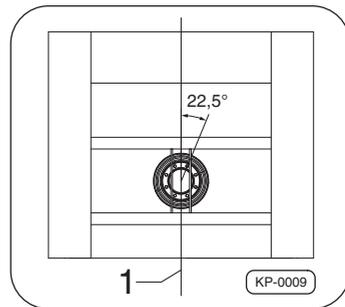

Abb. 8 · Einbauvorschlag für Zugsattelzapfen
- Kraftlinie –Pos. 1– mittig zwischen zwei Befestigungsschrauben ($22,5^\circ$) ⇒Abb. 8.